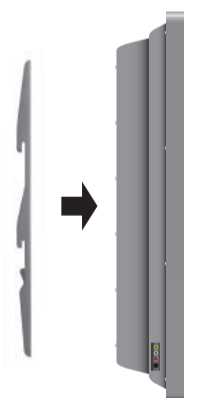

Fig. 2 - Fixation des bras à l'arrière de votre écran.
3. Fixez les bras à l'arrière de votre écran avec les boulons identifiés aux étapes 1 et 2 avec la rondelle de blocage correspondante (C, F, I, ou L) (voir Fig. 2 et 3).
- A. Si vous utilisez des boulons M4, M5, ou M6 (Sachets 1, 2, et 3), vous devrez aussi utiliser les rondelles M6 (O).
- B. Si vous utilisez un des boulons plus longs sur un écran avec une surface arrière convexe ou concave, vous devrez utiliser aussi une entretoise (M ou N). Utilisez la petite entretoise (M) pour les boulons M4 et M5 et la grande entretoise (N) pour les boulons M6 et M8.